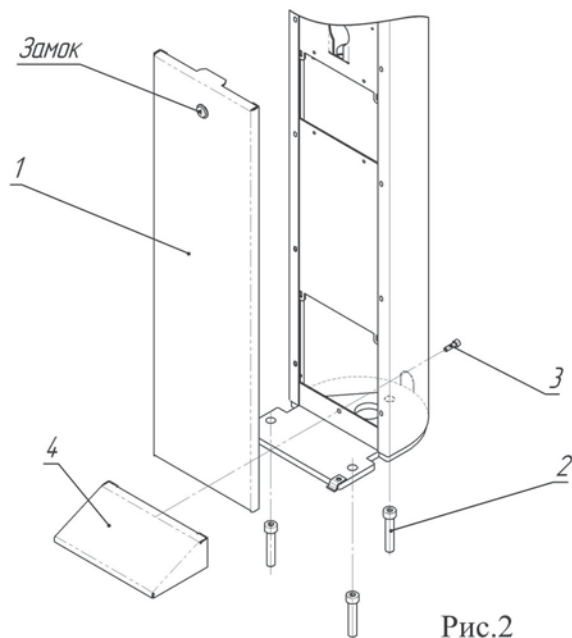

Рис.2
6. Установите стойку турникета на площадку, см. Рис.2